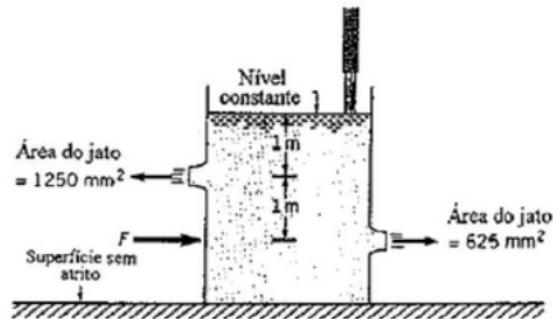

Figura P5.56
5.56 A Fig. P5.56 mostra um tanque sendo carregado com um escoamento vertical. O nível do líquido no tanque é constante e o tanque está apoiado num plano horizontal e que não propicia atrito. Determine o módulo da força horizontal necessária para manter o tanque imóvel. Despreze todas as perdas.